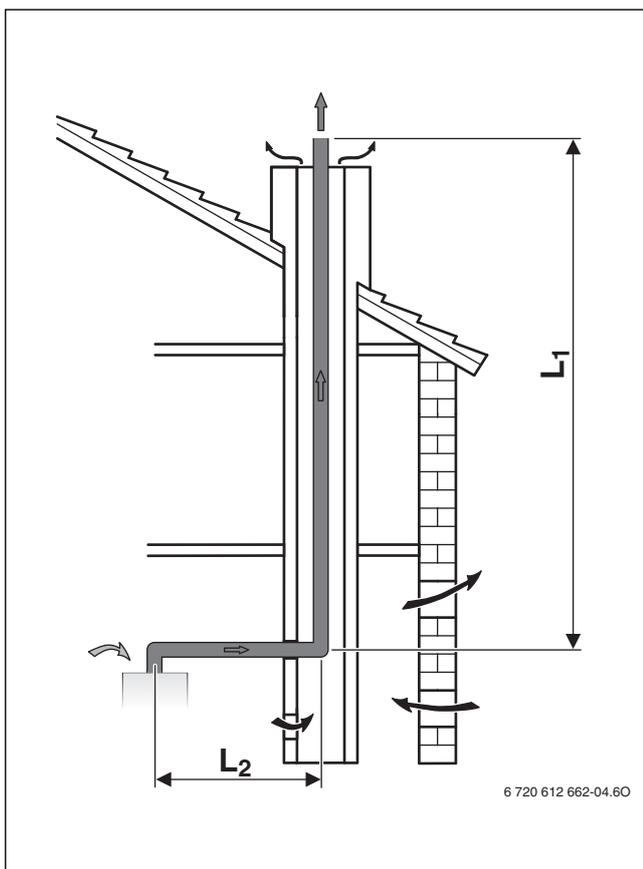

Fig. 20 Evacuation des fumées dans le conduit selon B_{23P}
- Si l'évacuation des fumées se fait par un conduit avec système d'évacuation des fumées B_{23P}, B₃₃, C₃₃ ou C₅₃ (→ fig. 20, 21 et 23), le nettoyage n'est pas nécessaire.